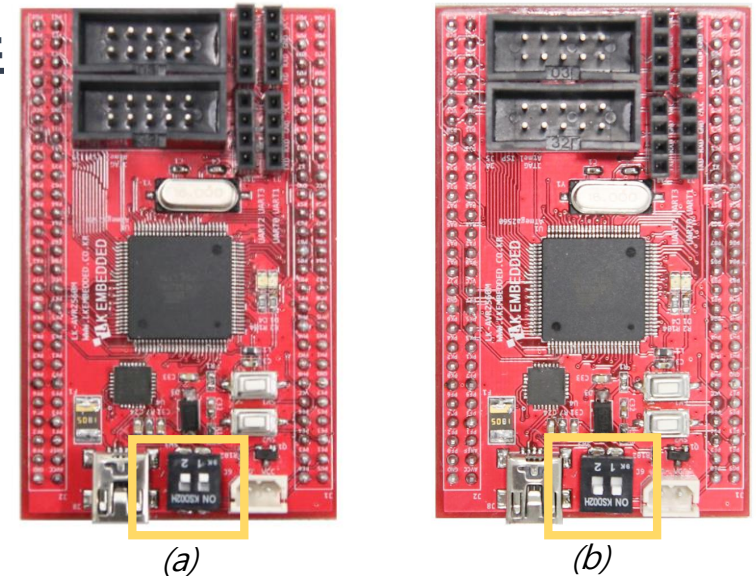

Figure 4. DIP스위치를 ON(a), OFF(b) 선택한 사진
- 2P DIP스위치 SW ON, Figure 4.에 (a) 사진 황색 박스 참고
- 2P DIP스위치 SW OFF , Figure 4.에 (b) 사진 황색 박스 참고